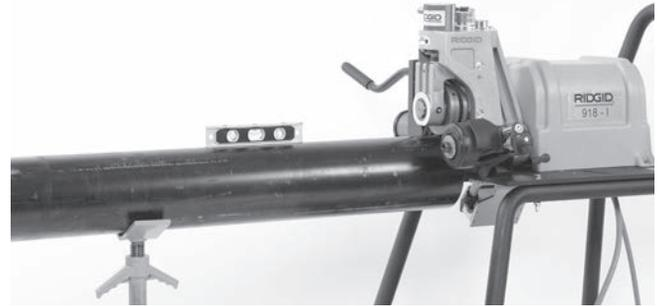

Figura 12 – Nivelación del tubo
- Coloque el interruptor de encendido y apagado en la posición ON (encendido). Presione y suelte el interruptor de pie. Verifique que el rodillo ranurador gire hacia la derecha, igual a lo que indica la calcomanía de rotación del tubo en la ranuradora. *Vea la Figura 12.* Entregue la máquina a servicio si gira en dirección equivocada o si el interruptor de pie no controla el encendido y apagado.
- La recta central del tubo y la recta central del eje de mando deben estar en paralelo. Esto se puede verificar con un nivel colocado sobre el cilindro hidráulico y sobre el tubo. Vea la Figura 12.